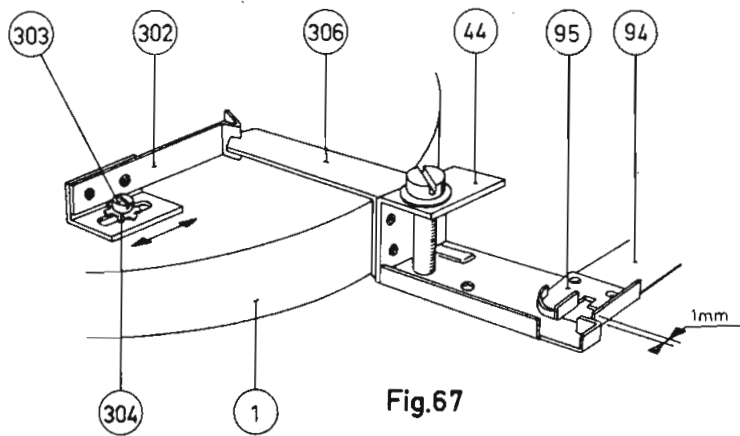
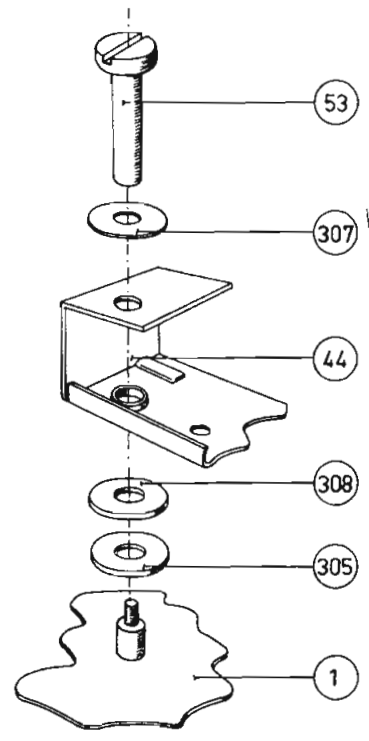

Fig. 67
Fig. 68
„P.U. ARM WORDT NIET OP DE GEWENSTE DIAMETER GEARRÊTEERD”) (zie fig. 67).
- 2) Draai de aanslagplaat 94 + veer 95 en de aanslagbeugel 44 zodanig, dat de afstand tussen de 12" aanslaglip en de nok op de aanslagbeugel 44, ca. 1 mm bedraagt (zie fig. 67).
- 4) Nu de veer pos. 302 zodanig instellen, dat de nok van deze veer precies in de V-vormige groef van de strip 306 valt. (Instelbaar met schroef 303) (zie fig. 67).
- 5) De veer + beugel 302 iets verdraaien zodat de veer 302 met een zeer kleine voorspanning tegen de beugel pos. 306 drukt. Er mag echter niet te veel voorspanning gegeven worden, daar dan te veel kracht nodig is om de opzetbeugel 44 te verdraaien, en dus de kans op verkeerd opzetten van de P.U. arm bestaat.
- 6) De veer pos. 52 vervalt, daar bij de nieuwe constructie de nieuwe aanslagbeugel 44 geen wrijving mag hebben. De ruimte welke de bladveer 52 innam, wordt opgevuld door de ringen 305 en pos. 308 (zie fig. 68).